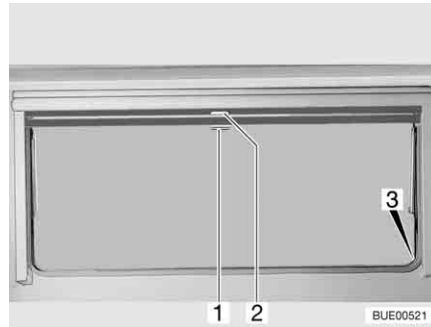

Fig. 71 Fenêtre projetante
- Tirer le store occultant vers le bas en le maintenant par la poignée (Fig. 71,2). Lorsque le store occultant est complètement fermé, l'accrocher des deux côtés du cadre de la fenêtre dans le dispositif de blocage (Fig. 71,3).
- Lorsque le store occultant est complètement fermé : Appuyer sur la poignée (Fig. 71,2) vers le bas tout en la tirant légèrement vers l'intérieur. Décrocher à droite et à gauche le store occultant du dispositif de blocage du cadre de la fenêtre.
- Si le store occultant se trouve dans une position intermédiaire : Tirer la poignée (Fig. 71,2) vers le bas jusqu'à ce que le dispositif de blocage se débloque.
- Tirer la moustiquaire par la poignée (Fig. 71,1) vers le bas et l'accrocher des deux côtés sur le cadre de la fenêtre dans le dispositif de blocage (Fig. 71,3).
- Appuyer sur la poignée (Fig. 71,1) vers le bas tout en la tirant légèrement vers l'intérieur. Décrocher à droite et à gauche la moustiquaire des dispositifs de blocage du cadre de la fenêtre.